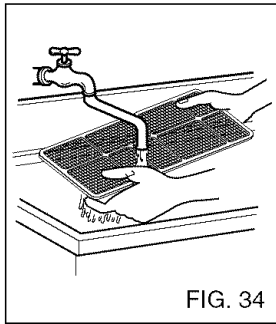

FIG. 34
- Lave el filtro de aire bajo el grifo con agua templada. Asegúrese de sacudir toda el agua antes de volver a colocar el filtro. (FIG. 34)